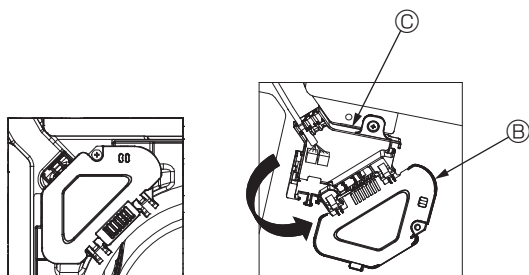

Fig. 5-5
- ③ Снимите один винт, которым крепится крышка коннекторной коробки, а затем откройте крышку. (Fig. 5-5)
- ④ Поместите переходное соединительное устройство проводных линий в коннекторную коробку.
- ⑤ Установите крышку проводов и крышку коннекторной коробки.